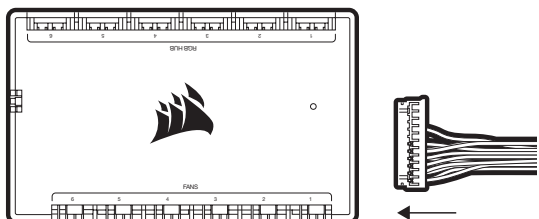

Figura 1
- > Conecte el cable de 24 clavijas de la bomba en el Commander CORE (Figura 1).